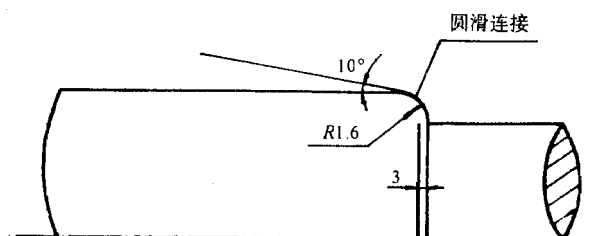

图 1
7.1.4 安装旋转环辅助密封圈的轴（或轴套）的端部按图 1 倒角，以便于安装。